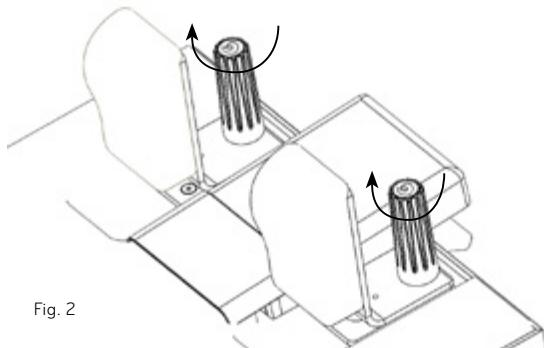

Fig. 2
2. Fissare il poggiapalle ruotando il perno in senso orario finché non sarà ben stretto (fig. 2). L'eccessivo stringimento di questi perni li renderà difficili da rimuovere. Devono essere stretti, ma non eccessivamente.